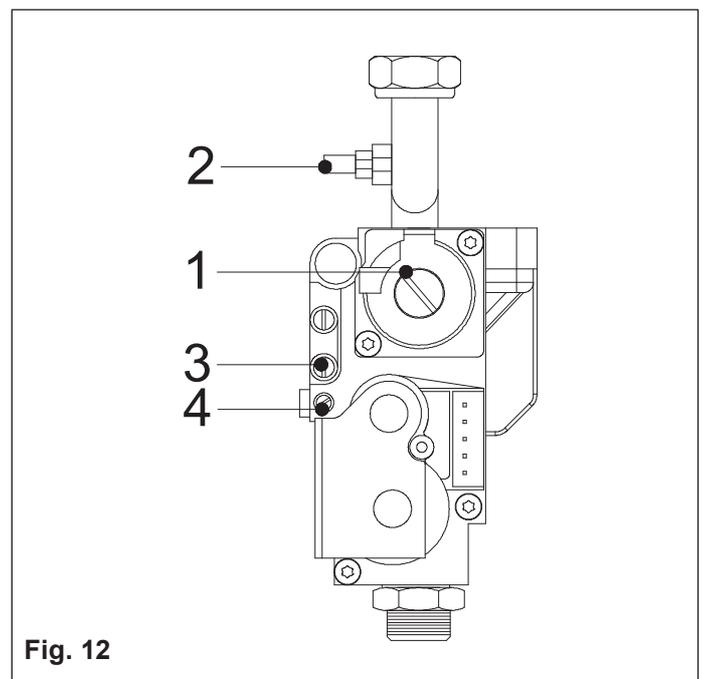

Fig. 12
- ouvrir la prise de pression 3 (voir fig.12) du bloc gaz et y relier le manomètre.
- fermer le robinet gaz, enlever le manomètre et fermer la prise de pression 3 (voir fig.12).